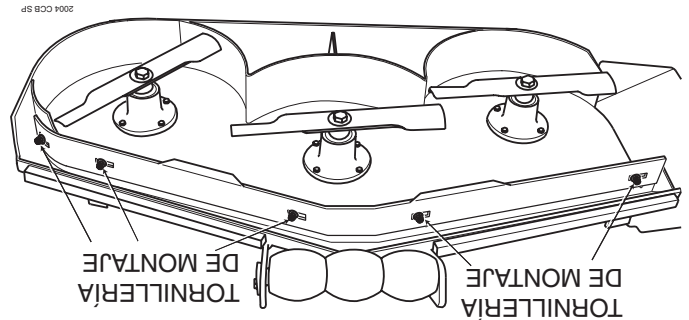

Figura 6-7. Deflector de corte personalizado
2. Quite los accesorios que aseguran el deflector de corte personalizado a la plataforma de corte. (Vea la Figura 6.7).